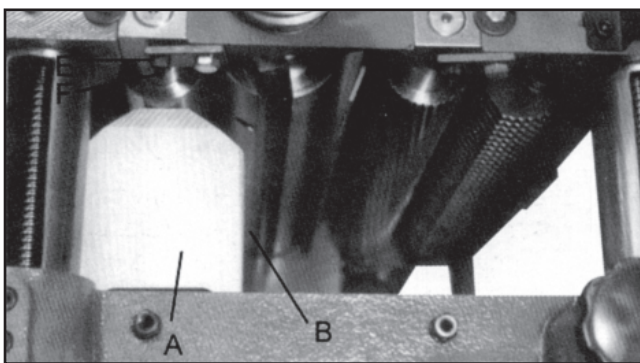

Figura 18
- Mueva el bloque calibrador (A, Figura 18) debajo de un extremo del rodillo de expulsión. La parte inferior del rodillo de expulsión (B, Figura 18) debe tocar apenas la parte superior del bloque calibrador.
- Si se requiere algún ajuste, afloje la tuerca (E, Figura 18) gire el tornillo (F, Figura 18) hasta que el rodillo de expulsión apenas toque el bloque calibrador.
- Apriete la tuerca (E, Figura 18).